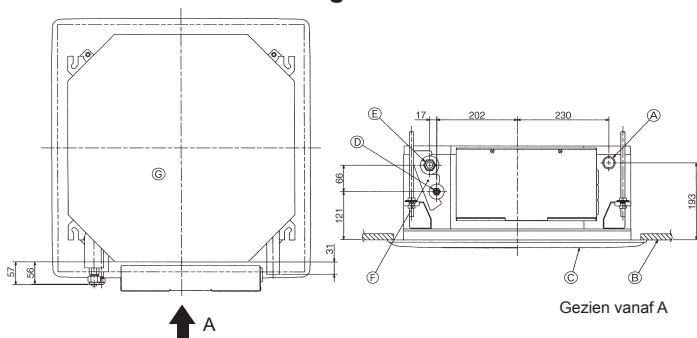

Fig. 5-7
5.3. Plaats van de koelstof- en afvoerleidingen (Fig. 5-7)